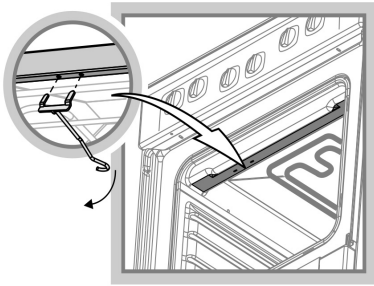

Рис. 6
- Установите крючок, для чего вставьте «усы» крючка в пазы верхней полки проема духовки и опустите крючок вниз (рис. 6).